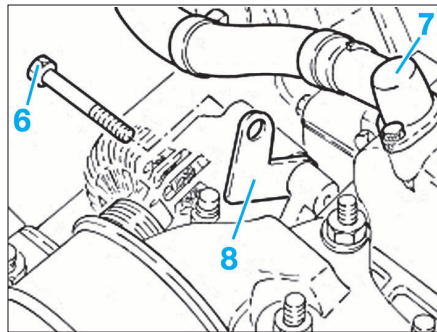

FIG. 5
- 8. Patte de soutènement du moteur (Fig.5).
- Desserrer puis déposer la vis de fixation supérieure (6) de l'alternateur (Fig.5).
- Débrancher le raccord de dégazage (7) du carter de distribution.
- Serrer une patte de soutènement (8) du moteur avec la vis supérieure d'alternateur.